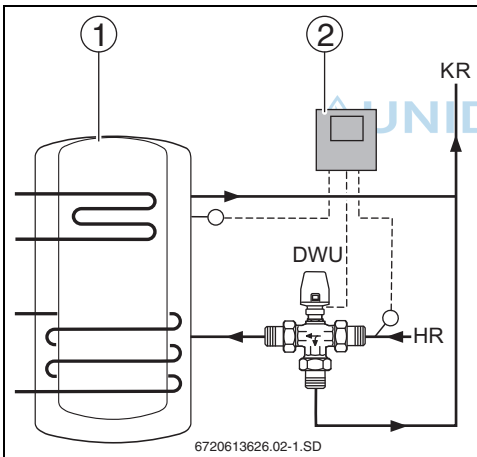

Bild 7 Rücklaufanhebung
- 3-Wege-Ventil im Rücklaufrohr zwischen Pufferspeicher oder Kombispeicher (→ Bild 7, Pos. 1) und Heizkessel nach folgender Tabelle montieren.